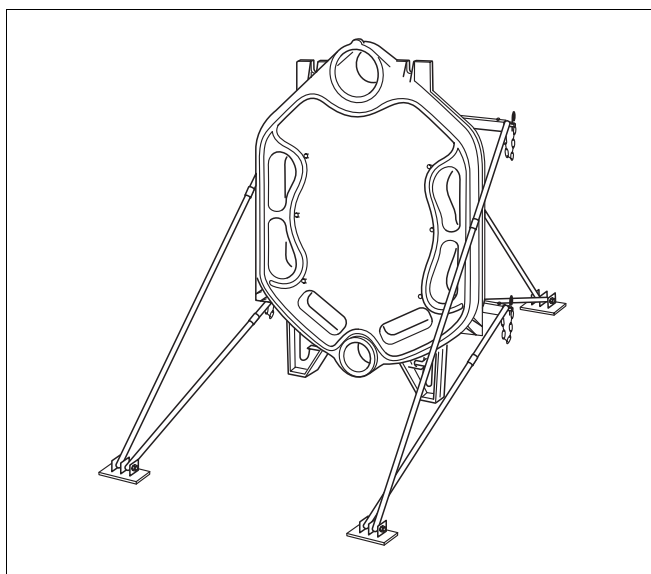

Рис. 6 Задняя секция с установленным на ней монтажным устройством
Для надежного крепления секций котла Бударус предлагает монтажное устройство (дополнительная комплектация), которое привинчивается к задней секции котла и препятствует опрокидыванию устанавливаемых секций (рис. 6).
- Установить заднюю секцию и при помощи монтажного устройства закрепить ее от опрокидывания (см. рис. 6 и специальную инструкцию по пользованию этим монтажным устройством).